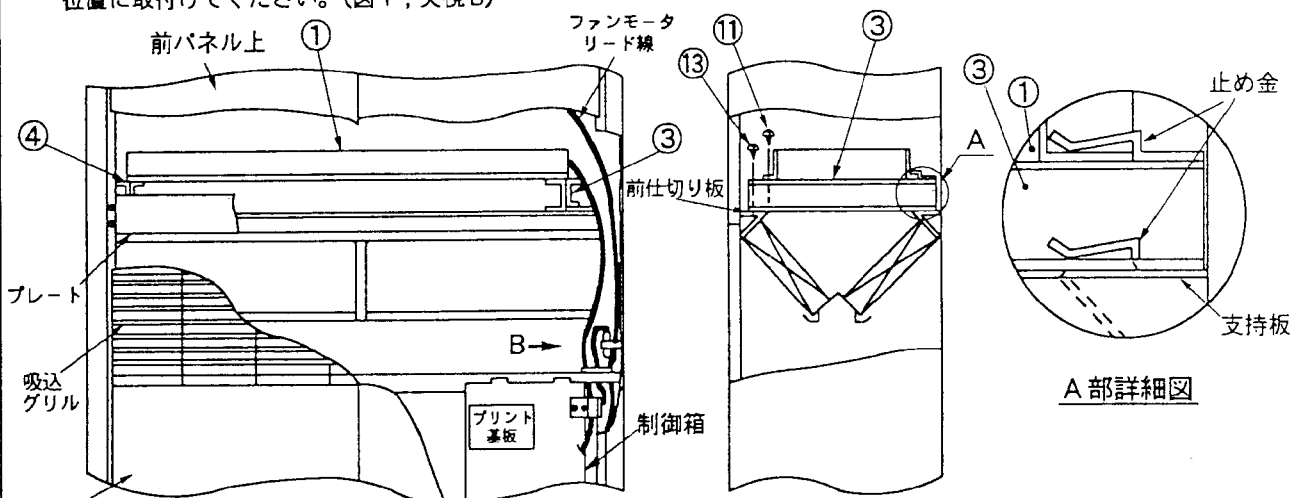

図 1
2. ヒータ取付板③, ④を後方を支持板上の止め金の位置 (図1, A部詳細図) まで差し込み、手前をネジ止め (タッピンネジ⑪2本) してください。
3. ヒータ①を (2) 項で取付けたヒータ取付板③, ④上に設置 (後方は止め金により固定) し、手前をヒータ取付板③, ④にネジ止め (タッピンネジ⑩2本) してください。 (図1)
4. ヒータ①のリード線は、前仕切り板の右側からファンモーターリード線と同じ様に通し、制御箱へ導いてください。 (図1)
7. 温度調節器⑤の感温筒は、本体ユニット, 温度調節器感温筒と同じ要領で固定金具⑥にて、吸込空気温度が検知出来る位置に取付けてください。 (図1, 矢視B)